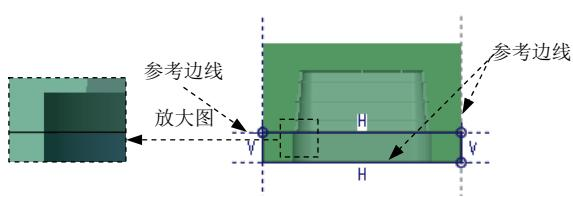

图 16.11 截面草图
(3) 绘制截面草图。进入草绘环境后, 选取图 16.11 所示的坯料边线为参考; 绘制图 16.11 所示的截面草图(为一矩形), 完成截面的绘制后, 单击“草绘”操控板中的“确定”按钮 。